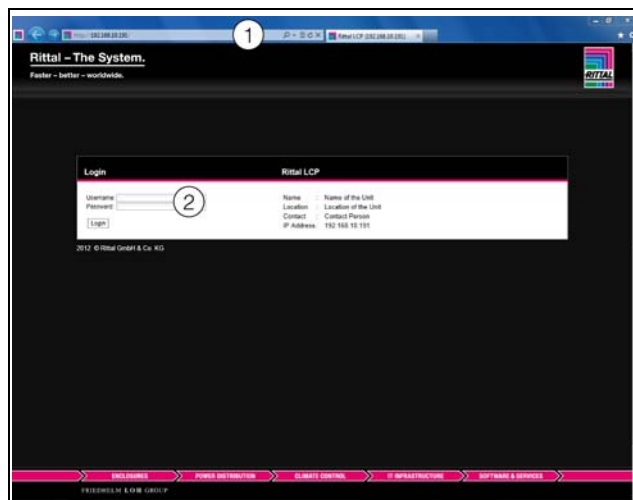

Рис. 54: Страница авторизации при HTTP-подключении
- Задайте в браузере адрес **http://192.168.0.190** (рис. 54, поз. 1). Откроется страница авторизации устройства.
- Введите имя пользователя **admin** и пароль **admin** (рис. 54, поз. 2).